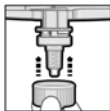
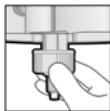

Fig. 3:
Fig. 4.1:
5. Se a ponta misturadora estiver corretamente posicionada (Fig. 3), empurre o anel de fixação até enconstar na ponta misturadora e gire-o para a direita (1/4 de volta) até estar seguramente travado (Fig. 4.1, 4.2, 5)